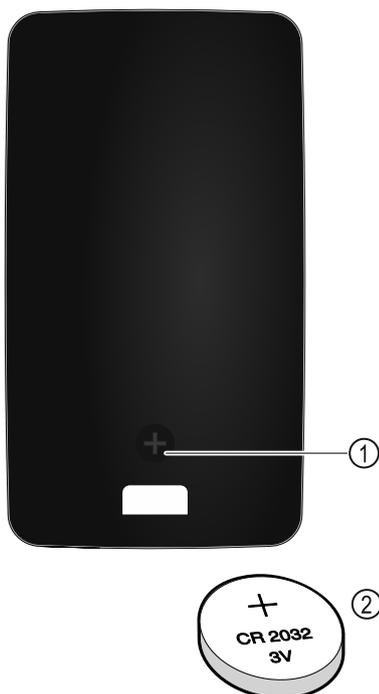

Fig. 229
L'alimentation électrique de la télécommande est assurée par une pile de type CR 2032 de 3 V Fig. 229 (2), disponible auprès des commerçants spécialisés.
- ▶ Dévisser la vis Fig. 229 (1) au dos de la télécommande.